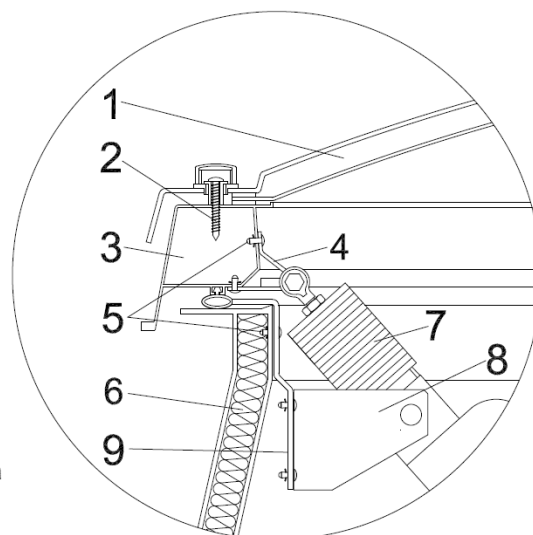

Rys. 3. Świelik AWAK z funkcją przewietrzania wyposażony w siłownik elektryczny - podstawa z blachy
- rys. 3. Świelik AWAK z funkcją przewietrzania wyposażony w siłownik elektryczny - podstawa z blachy